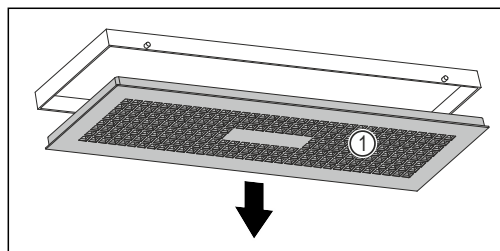

Fig. 107
- Wasserbox langsam nach unten drehen und dabei Abdeckung Fig. 107 (1) festhalten.
- Abdeckung Fig. 107 (1) entnehmen.